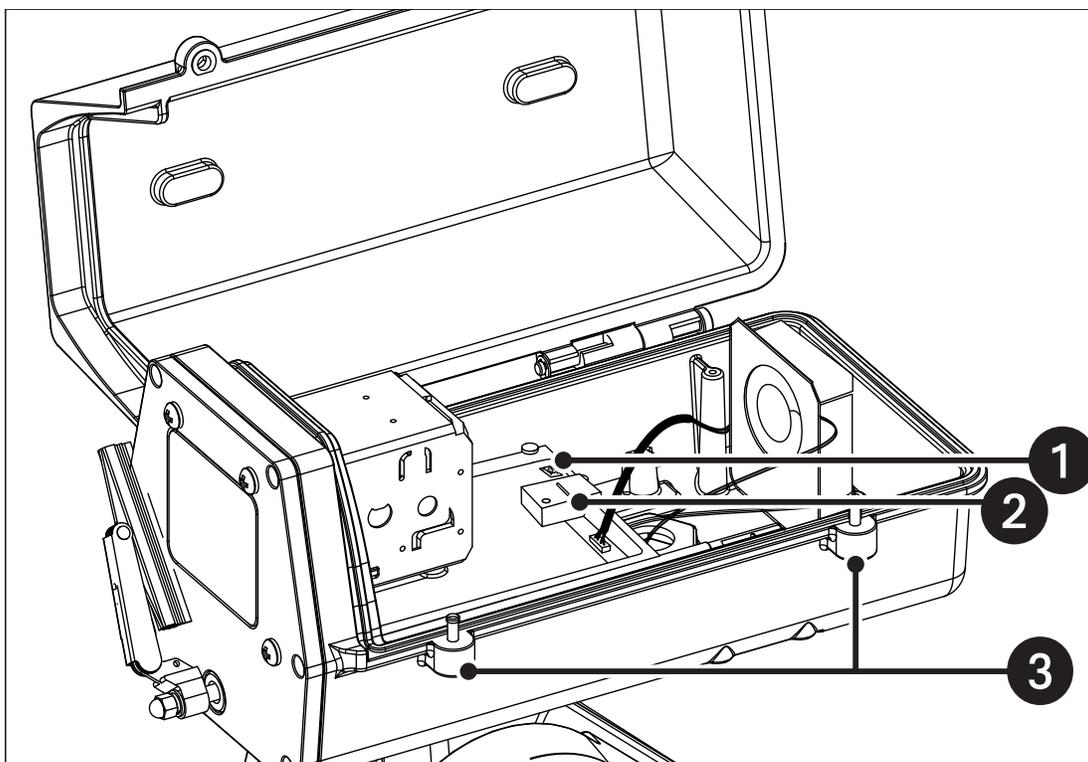

Figura 11. Installazione della SD Card
1. Svitare le due viti sulla custodia della telecamera (vedere n. 3 nella figura 11) con un cacciavite a testa esagonale da 5/32 pollici (non fornito) per aprire il coperchio.
2. Inserire/rimuovere la SD Card nel/dal connettore situato dietro la telecamera (vedere n. 2 nella figura 11) (**NOTA:** l'orientamento della SD Card è indicato dall'etichetta posta sul pannello).